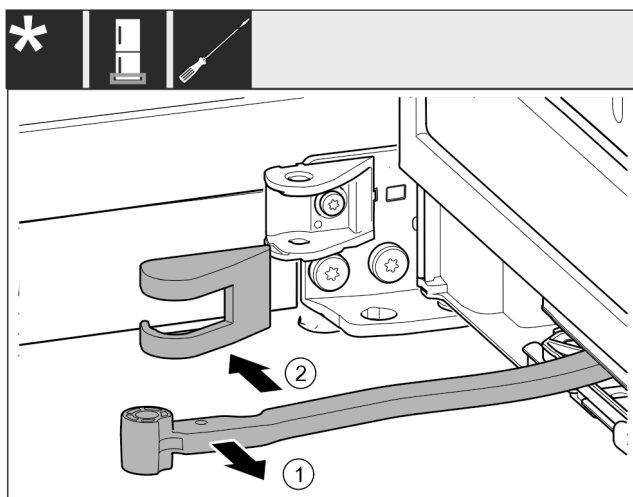

Fig. 16
- Rrotulloni menteshën në drejtimin e derës. Fig. 16 (1)
- Largoni kapakun mbulues të bazamentit mbështetës. Fig. 16 (2)